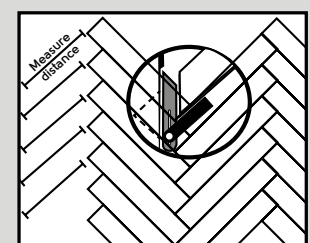

Fig. 9
10. Het snijden en leggen van de planken aan de muren moet als volgt gebeuren: meet en markeer de planken zoals getoond in het schema. De hoek van de muur kan worden bepaald met een winkelhaak (zie verder) (Fig. 9).